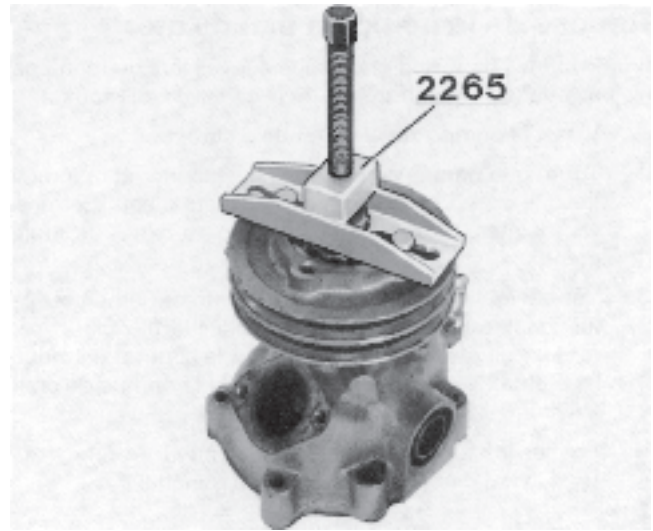
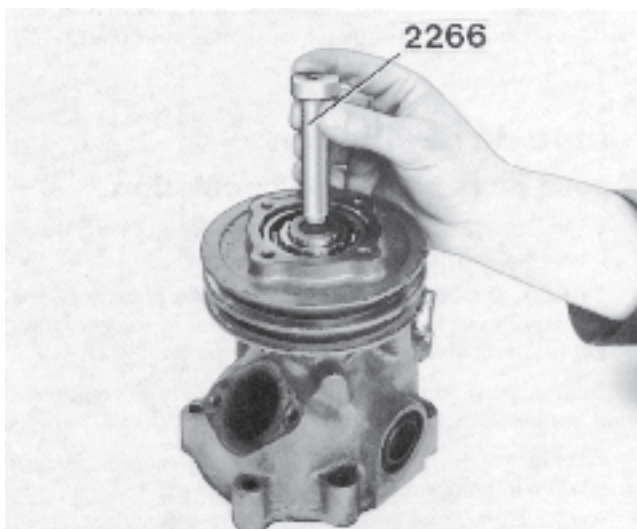

Fig. 144 Démontage de la poulie
Fig. 143 Emplacement de l'outil d'appui
5. Poser l'outil d'appui 2266 (figure 143) dans l'axe allongé du corps de pompe et monter l'extracteur 2265 (figure 144). Extraire la poulie et les roulements.